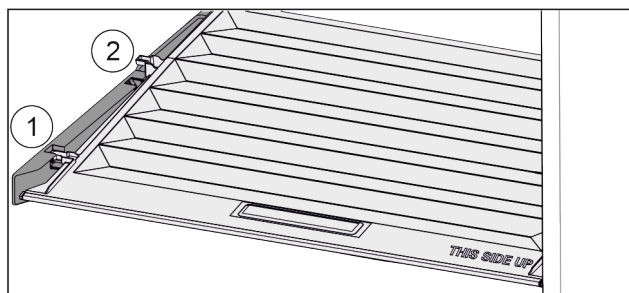

Fig. 38
- Deksel tot de opening in de vasthouddelen naar voren trekken Fig. 38 (1).
- Aan de achterkant vanaf de onderkant omhoog tillen en vanaf de bovenkant verwijderen Fig. 38 (2).